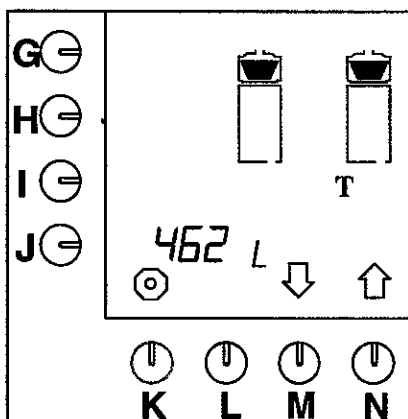

Fig. 39 Kaffebryggerens samlede tæller
- Tryk på valgknappen (N.)↑, indtil fig. 39 vises i displayet.